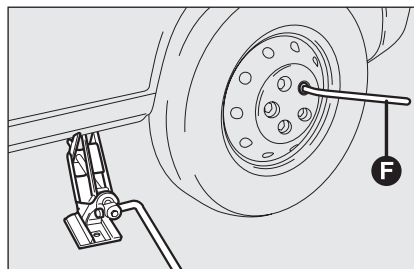

fig. 8
- ☐ dévisser complètement à l'aide de la clé F-fig. 8 les boulons et enlever la roue;